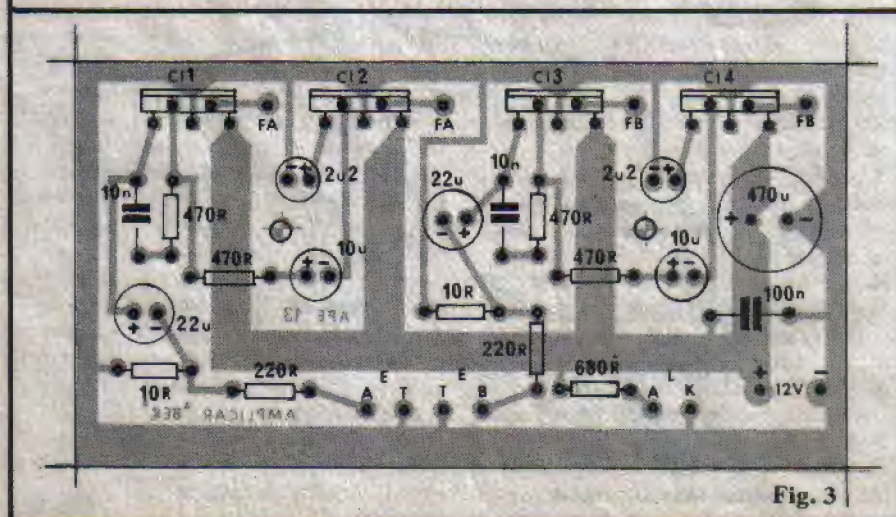

Fig. 3
- FIG. 3 - Chapeado da montagem (placa com os componentes, vista pelo lado não cobreado). ATENÇÃO às posições dos 4 Integrados (CI1 a CI4), sempre com suas lapelas metálicas voltadas para o lado externo da placa. Observar também as polaridades dos vários capacitores eletrolíticos, bem como os valores dos demais componentes. Notar as codificações das ilhas periféricas (para as conexões externas à placa). Apenas cortar as sobras de terminais (pelo lado cobreado) após conferir todas as posições, ligações e qualidade dos pontos de solda.